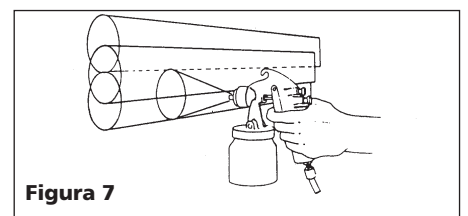

Figura 7
4. Los empates entre cada mano deben ser suficientes para obtener un acabado parejo al final (Vea la Figura 7).